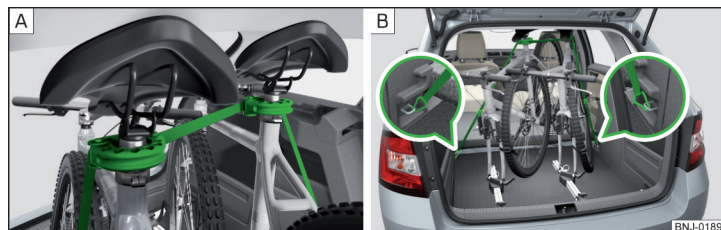

Fig. 109 Asigurarea stabilității bicicletelor cu ajutorul unei curele
- La transportarea a două biciclete, tensionați cureaua între cele două șei, prin deplasarea prin împingere a unei biciclete față de cealaltă » fig. 109 - **A**.
- Prindeți carabinele de la capetele curelei în inelele de ancorare de jos ale scaunelor spate » fig. 109 - **B**.